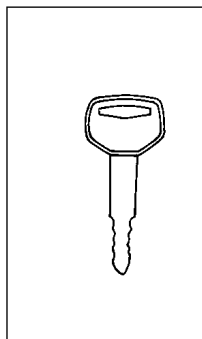

图 1-1 车钥匙
(1) 车钥匙。如图 1-1 所示，此钥匙可适用各锁的开和锁，因车门无需钥匙也可锁上，故应随身备一把钥匙。